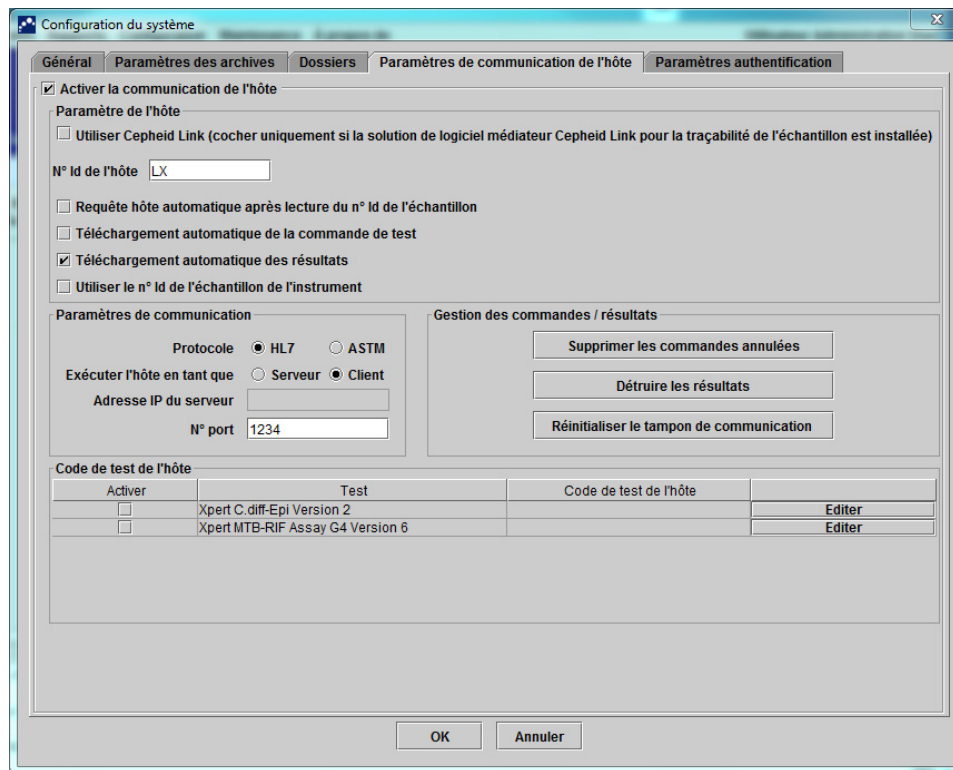
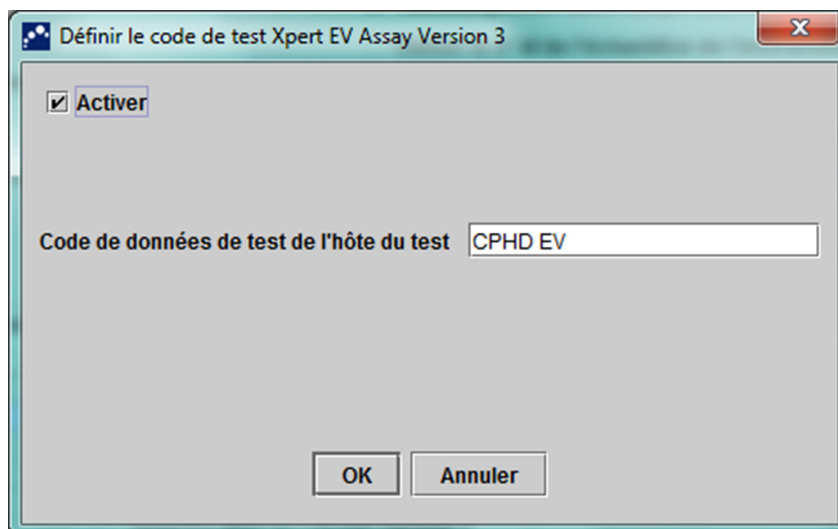
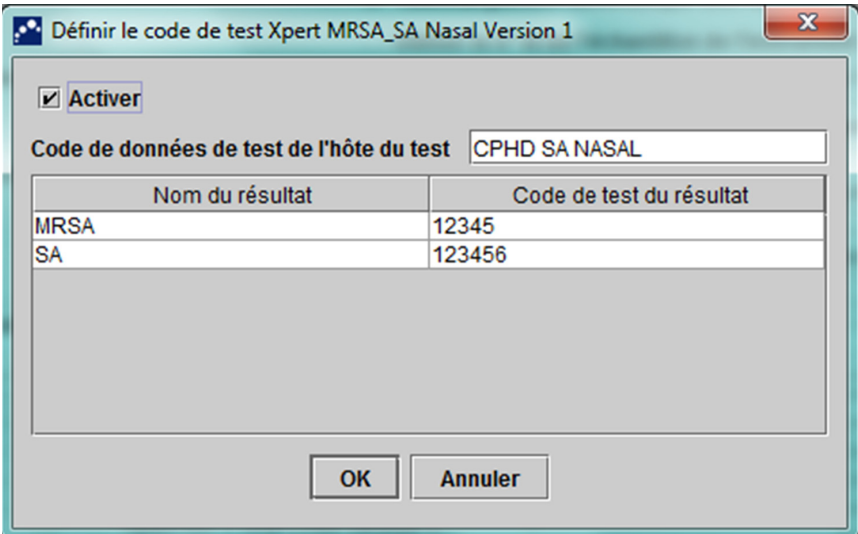

Figure 2-81. Boîte de dialogue Configuration du système
Figure 2-83. Boîte de dialogue Définir le code de test pour un test à résultat unique
Figure 2-84. Boîte de dialogue Définir le code de test pour un test à plusieurs résultats
2. Cliquez sur l'onglet **Paramètres de communication de l'hôte**. La fenêtre **Paramètres de communication de l'hôte** s'affiche. Voir Figure 2-81.
1. Dans la zone du tableau **Code de test de l'hôte** de la fenêtre Paramètres de communication de l'hôte (cf. Figure 2-81), cliquez sur le bouton **Éditer** adéquat pour modifier le paramètre. La boîte de dialogue Définir le code de test s'affiche. Voir Figure 2-83.
1. Dans la zone du tableau **Code de test de l'hôte** de la fenêtre Paramètres de communication de l'hôte (cf. Figure 2-81), cliquez sur le bouton **Éditer** adéquat pour modifier le paramètre. La boîte de dialogue Définir le code de test s'affiche. Voir Figure 2-84.
4. Les noms des résultats rapportés par le test sont répertoriés dans le champ **Nom du résultat**. Voir Figure 2-84.
5. Saisissez le code de test du résultat dans le champ **Code de test du résultat** (cf. Figure 2-84) correspondant à chaque nom du résultat pouvant être rapporté par ce test.